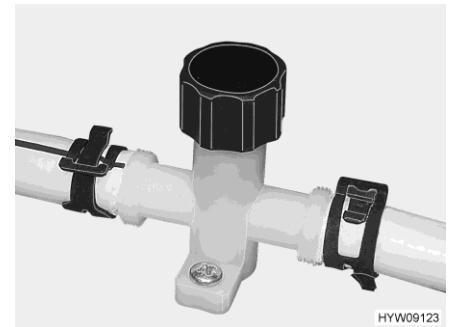

Fig. 127 Llave de desagüe (tubería de agua)
- Cerrar todas las llaves de desagüe (Fig. 127). Para ello, cerrar los capuchones girándolos en sentido de las agujas del reloj, o colocar el balancín en posición horizontal. La válvula de seguridad/purga y las llaves de desagüe están instaladas en la caja del banco o bien bajo una tapa del suelo.